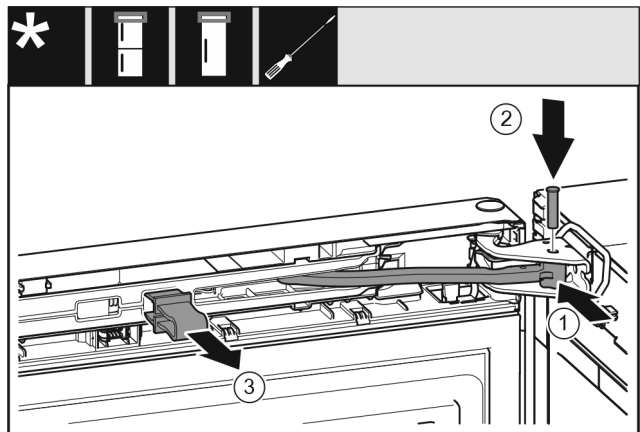

Fig. 56
- ▶ Gelenk Fig. 56 (1) in Lagerbock drehen.
- ▶ Bolzen Fig. 56 (2) in Lagerbock und Gelenk einsetzen. Dabei darauf achten, dass der Rastnocken korrekt in der Nut sitzt.
- ▶ Sicherung Fig. 56 (3) abnehmen.